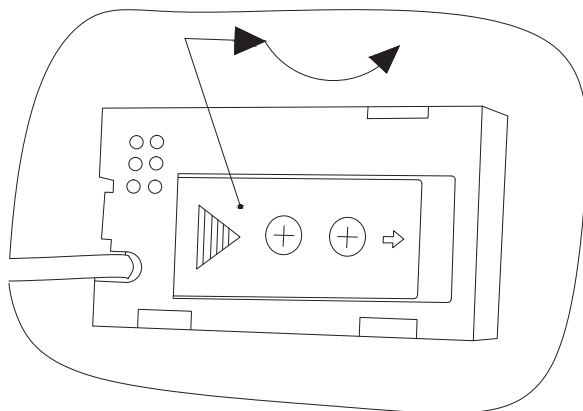

Рис. 5. Замена элементов питания монохромного термометра.
8.6. На панели управления (см.рис. 1 , поз.14) находится монохромный энергонезависимый от сети питания термометр, который показывает температуру теплоносителя на выходе из электродкотла. Питание термометра осуществляется от двух батареек формата LR44 или AG13. При отсутствии показаний термометра, откройте крышку электродкотла, замените батарейки согласно рис.5 .